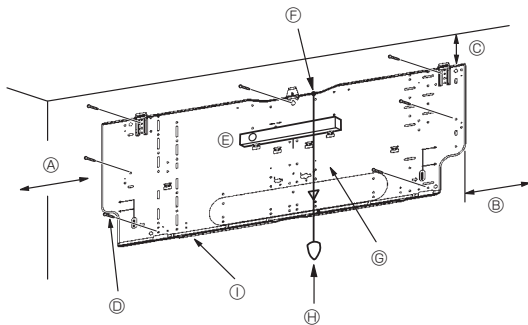
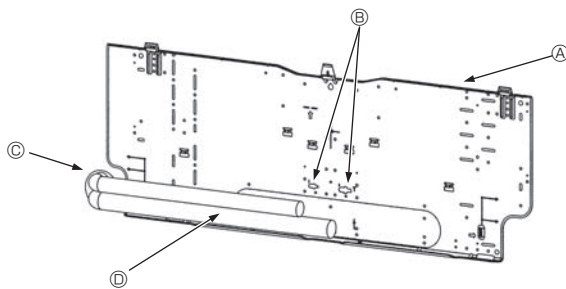

Fig. 3-4
Fig. 3-5
■ PKA-RP60, 71, 100KAL (Fig. 3-4)
- D Bevestigingsschroeven (4 x 25) ②
- I Ophangplaat ①
3.3. Bij het inbrengen van de pijpen in de muur (Fig. 3-5)
- A Ophangplaat ①